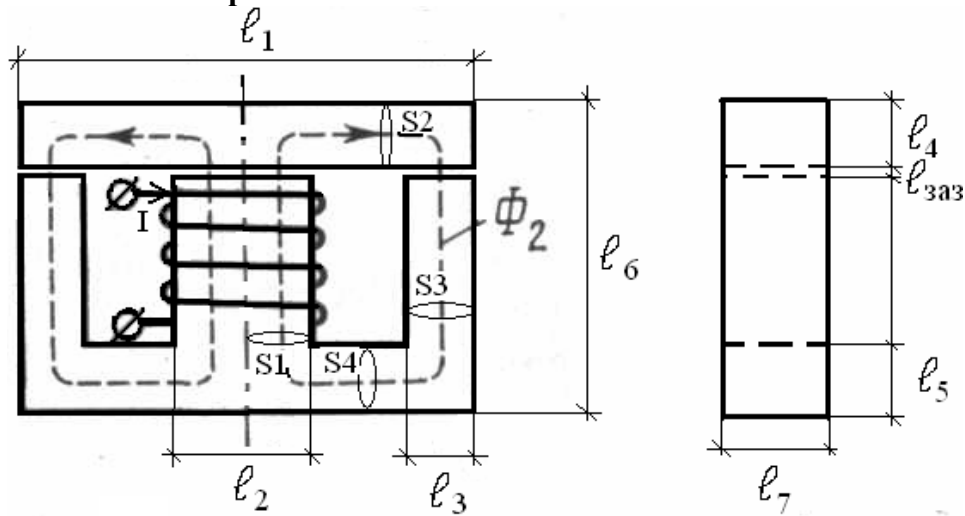

Рисунок 4.2
1. Для определения участков однородной магнитной цепи, находим площадь поперечного сечения S1, S2, S3, S4 из рис. 4.2 по формулам: